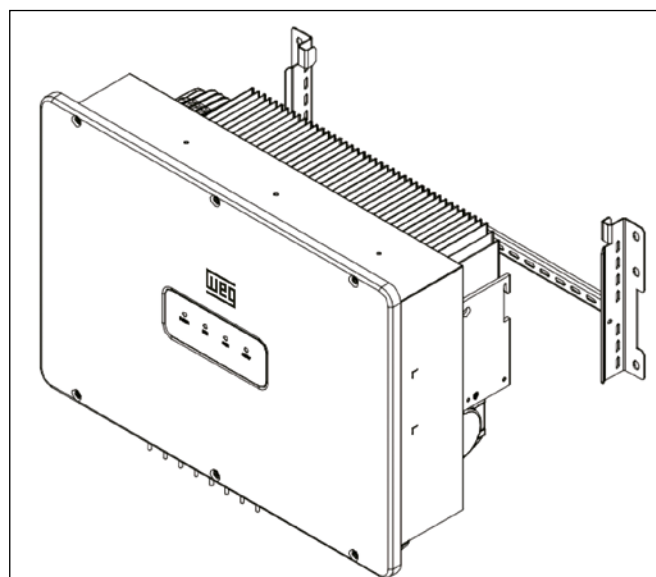

Figura 3.8: Elevando o suporte de montagem.
4. Insira o inversor nos ganchos do suporte de montagem conforme a Figura 3.8.